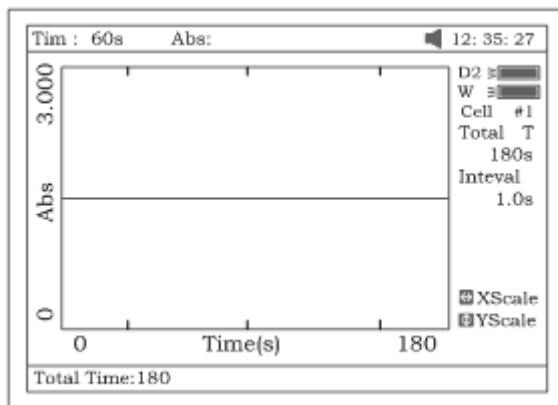

Рис. 54
- Введите значения с цифровой клавиатуры (рис.54).